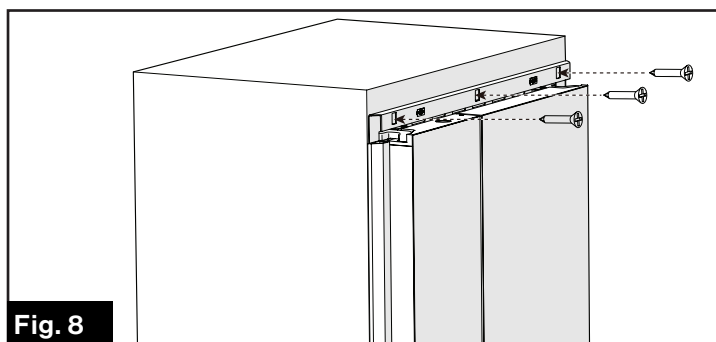
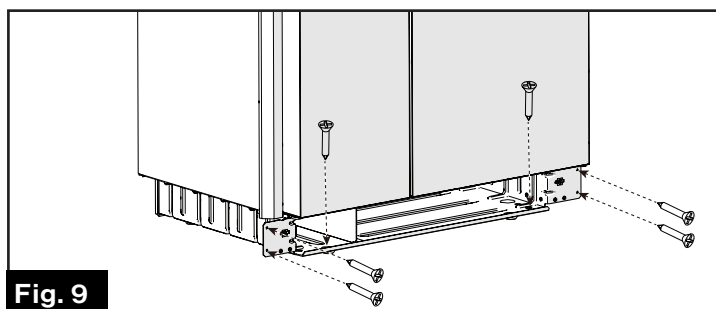

Fig. 8
Fig. 9
6. Fije el refrigerador en el gabinete a través de la brida de montaje utilizando 5 tornillos autorroscantes. (Fig. 8 y Fig. 9)